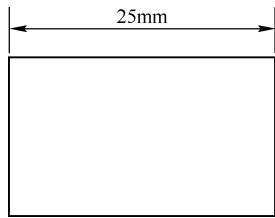

图 10-14 加入后缀 mm 的尺寸标注
(7) 【后缀】：在此文本框中用户可以为标注文字输入一定的后缀，可以输入文字或使用控制代码显示特殊符号。如图 10-14 所示，在【后缀】文本框中输入 mm 后，标注文字后加后缀 mm。